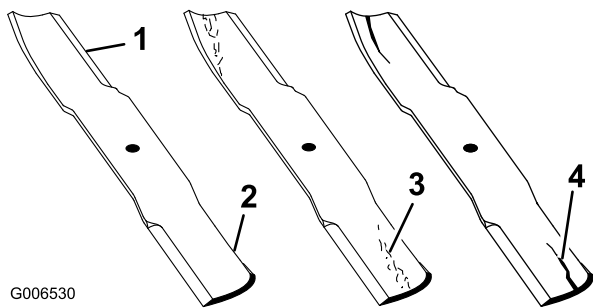

Figura 67
1. Inspeccione los filos de corte (Figura 67).
2. Inspeccione las cuchillas, especialmente la parte curva (Figura 67).
Si observa daños, desgaste o la formación de una ranura en esta zona (Figura 67), instale inmediatamente una cuchilla nueva.